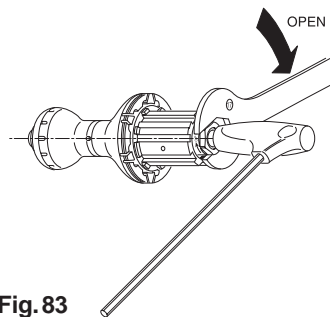

Fig. 83
• Tenete fermo il perno inserendovi a fondo la chiave a brugola da 5mm sul lato ruota libera (Fig. 83) e svitate il dado girandolo con la chiave da 17mm in senso orario come indicato dalla freccia presente su di esso e sfilate il corpetto dal perno.
• Hold the axle steady by fully inserting a 5 mm Allen wrench on the freewheel side (Fig. 83) and unscrew the nut by turning it clockwise with a 17 mm wrench as shown by the arrow marked on it; then remove the small axle body.
• Auf der Seite des Freilaufkörpers (Abb. 83) des Laufrads den 5 mm Inbusschlüssel tief einführen, um die Achse festzuhalten und die Mutter mit dem 17 mm Schlüssel im Uhrzeigersinn abnehmen, so wie es der Pfeil auf der Mutter anzeigt. Dann den Freilaufkörper von der Achse nehmen.
• Bloquez l'axe en insérant à fond la clé à six pans de 5mm sur le côté roue libre (Fig. 83) et dévissez l'écrou en le tournant avec la clé de 17mm dans le sens des aiguilles d'une montre comme indiqué par la flèche qui se trouve sur celui-ci et enlevez le corps de l'axe.
• Sujetar el eje metiendo hasta el fondo la llave hexagonal de 5mm en el lado de la rueda libre (Fig. 83) y desenroscar la tuerca, girándola con la llave de 17mm en el sentido de las agujas del reloj, como se indica con la flecha que aparece en él, y extraer el cuerpo del eje.
• Hou de as stevig vast met behulp van een 5 mm imbusleutel aan de cassettezijde (fig. 83) en draai de moer los met de wijzers van de klok mee met behulp van een 17 mm sleutel, zoals met een pijl staat aangegeven; verwijder vervolgens de smalle asbody.